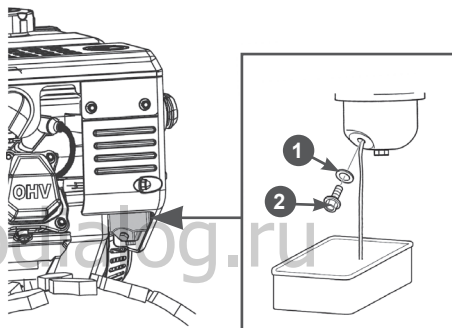

Рис. 36. Слив топлива с карбюратора
2. Установите под карбюратор подходящую емкость (Рис. 36).
3. Открутите болт 2 сливного отверстия и слейте топливо из поплавковой камеры карбюратора (Рис. 36).